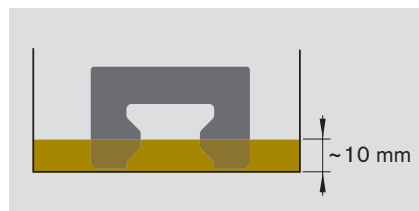

Bild 2
Vorsatzschmiereinheiten für ca. 36 Stunden in 10 mm tiefes Öl hineinstellen (siehe Bild 2).
- Die Vorsatzschmiereinheit Größe 20 Niedrig ist über den Schmieranschluss **nicht** nachfüllbar (siehe Bild 2).